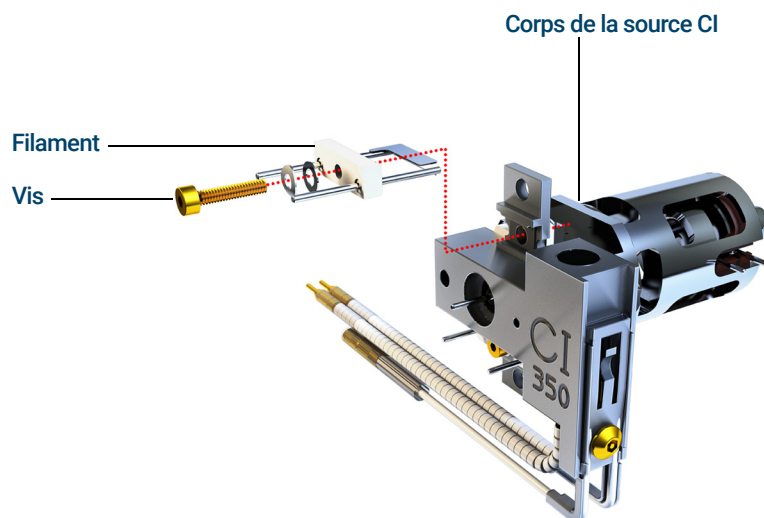

Figure 80. Changement du filament de la source CI
- 4 Retirer la vis maintenant le filament dans la source CI. (Voir **Figure 80** page 269.)
- 5 Faire coulisser le filament hors de l'ensemble de la source CI. (Voir **Figure 80** page 269.)
- 2 Placer le nouveau filament en position dans le corps de source d'ions. (Voir **Figure 80** page 269.)